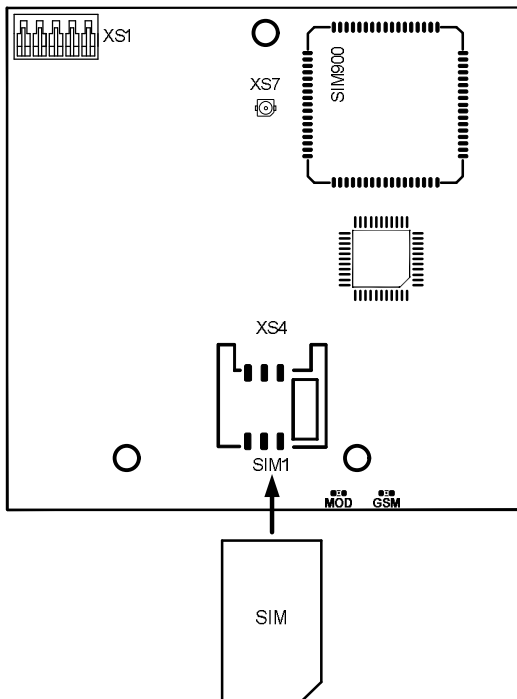

Рис.5 Внешний вид коммуникатора и схема установки SIM-карты
- универсальный коммуникатор (рис.5);
3.2 На плате коммуникатора (рис.5) расположен разъем XS1 для подключения к плате контроллера, разъем XS7 для подключения антенны 2J310M-250RG174-C04N (через переходник), светодиоды «GSM» и «MOD» для индикации режимов работы и разъем XS4 (Sim1) для подключения SIM-карты.
SIM-карту следует подключать при **выключенном питании** прибора (**сеть и АБ**), контактами к коммуникатору, срезом как показано на рис.5.
На плате коммуникатора имеются два светодиодных индикатора MOD и GSM (рис.5):